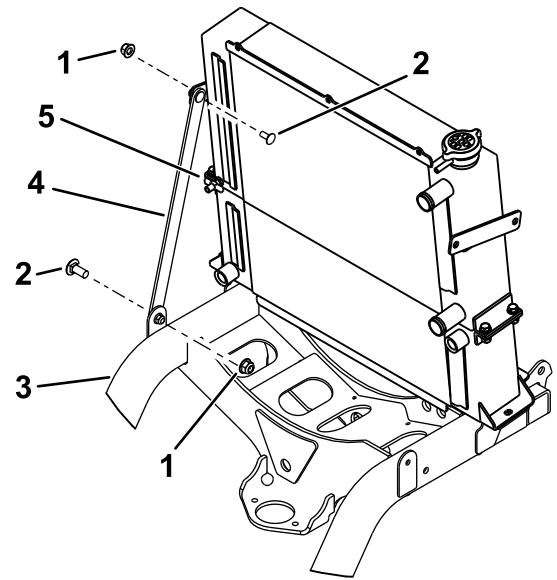

Figura 23
8. Drene la mitad del refrigerante del motor del radiador usando la válvula situada en el lado derecho del radiador, como se muestra en la Figura 23.
7. Retire el soporte existente del bastidor de la máquina y del radiador (Figura 23). Guarde las fijaciones.
2. Instale el depósito y el soporte en el bastidor y el radiador con las fijaciones que retiró anteriormente (Figura 21 o Figura 23).